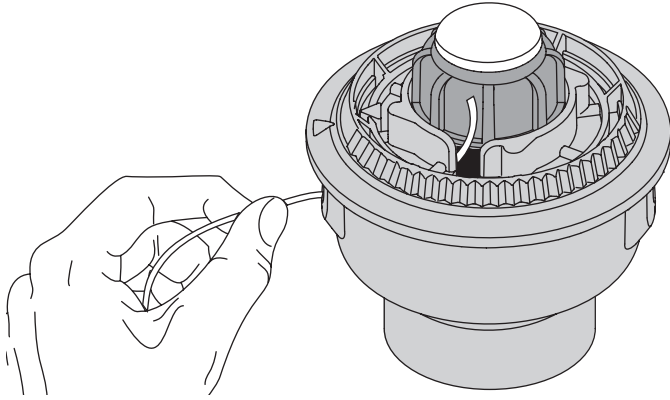

Fig. 22
3. Inserte los extremos de la línea de corte del nuevo carrete interior dentro de los ojillos de la bobina exterior (Fig. 22). Coloque el nuevo carrete interior con la flecha hacia arriba dentro de la bobina exterior.